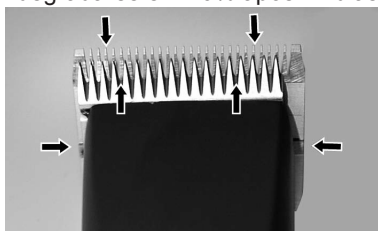

Fig. 13
Para obter bons resultados de tosquia e para aumentar a longevidade da máquina e das cabeças de tosquia, é necessário a aplicação regular de uma fina camada de lubrificante entre a lâmina superior e inferior (Fig. 13).
- ▶ Lubrifique suficientemente (e não em demasia) as lâminas de corte durante a tosquia (pelo menos em intervalos de 15 minutos), para que elas não fiquem secas (Fig. 13).
As lâminas devem ser lubrificadas antes, durante e depois de cada utilização. Quando as lâminas deixam tiras ou estão a funcionar com velocidade reduzida, isto é um sinal de que necessitam de ser lubrificadas. Coloque algumas gotas de lubrificante adiante e lateralmente às lâminas (ver setas Fig. 13). Limpe o lubrificante em excesso com um pano suave e seco. Os sprays de lubrificação não contém óleo suficiente para uma boa lubrificação, mas servem como forma de arrefecimento das lâminas. Na eventualidade de lâminas danificadas, substitua-as de imediato para evitar o risco de lesões.